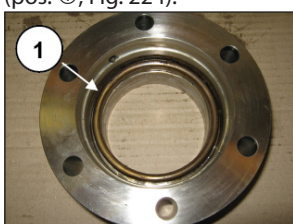

Fig. 222
Montare sulla camicia l'anello di testa (pos. ①, Fig. 222), la guarnizione di alta pressione (pos. ①, Fig. 223) e l'anello restop (pos. ①, Fig. 224).